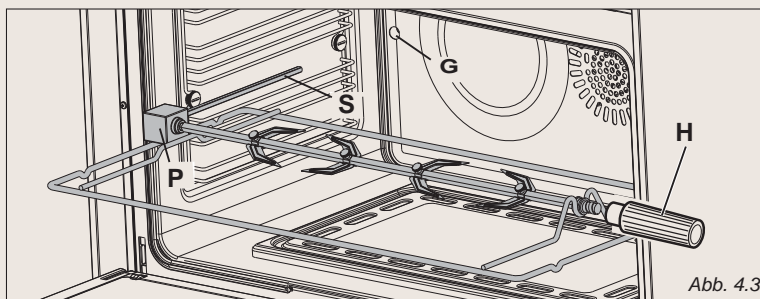

Abb. 4.3
Benutzung des grills (Abb. 4.3)
- * Schieben Sie die Stange in die Seitenzahnradöffnung "P" (Abb. 4.3) ein